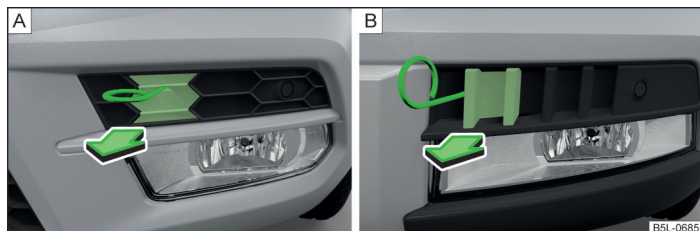

Fig. 198 Rejilla protectora: Variante 1 / Variante 2
- › Quite la tapa de plástico de la rejilla protectora en el sentido de la flecha » fig. 198 por medio del estribo para retirar los tapacubos integrales » página 235, *Equipo de herramientas a bordo*.
- Coloque la tapa de plástico y apriétela en la rejilla protectora » fig. 198 de la página 256¹⁾.